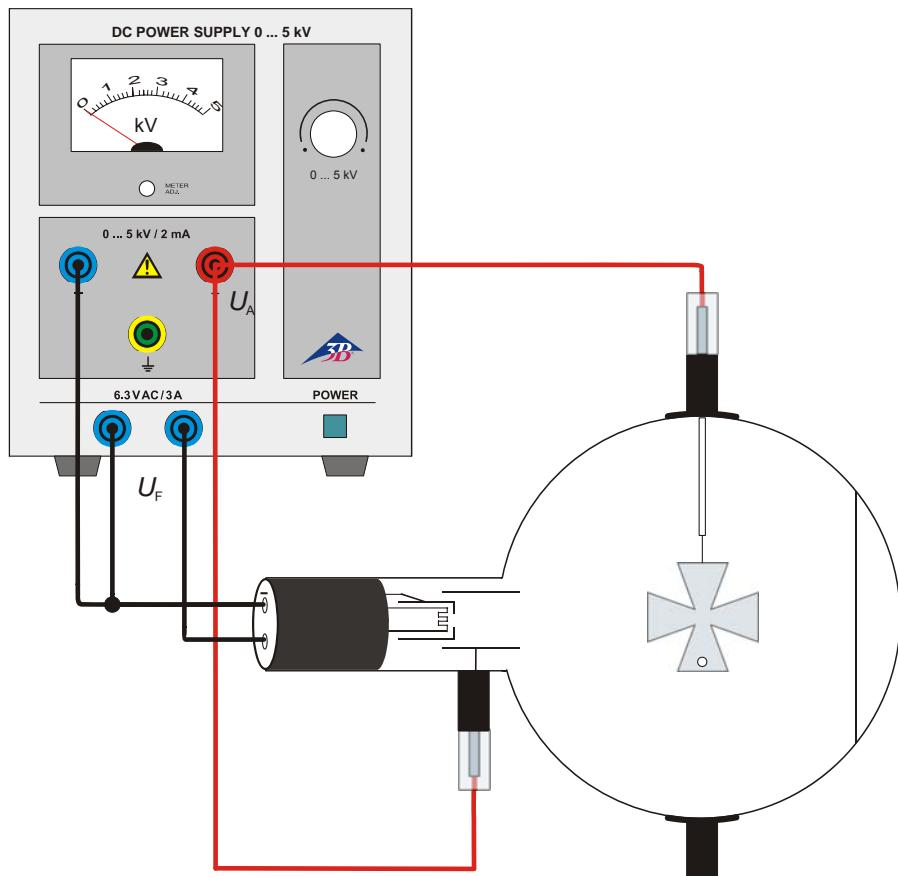

Fig. 1 Propagación rectilínea de rayos de electrones
- Se realiza el circuito de acuerdo con la Fig. 1, conectando el polo negativo de la tensión del ánodo con el casquillo de 4 mm denominado (-) en el cuello del tubo.